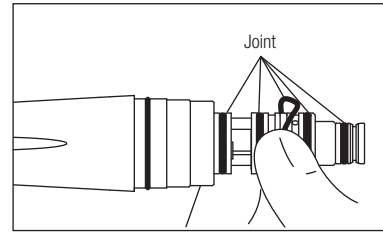

Fig. 10
- 2) Ôtez gentiment chaque joint à l'aide de votre pouce. (Fig.10)